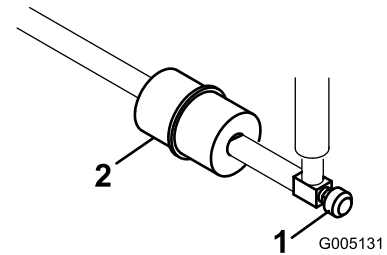

图 35
管线式燃油滤清器位于油箱与化油器之间的燃油管内图 35。
1. 关闭燃油切断油阀图 35。
2. 将放油盘放到滤清器下方拧松滤清器化油器侧的软管夹然后从滤清器中取出燃油管线图 35。
3. 松开另一个软管夹然后取下滤清器图 35。